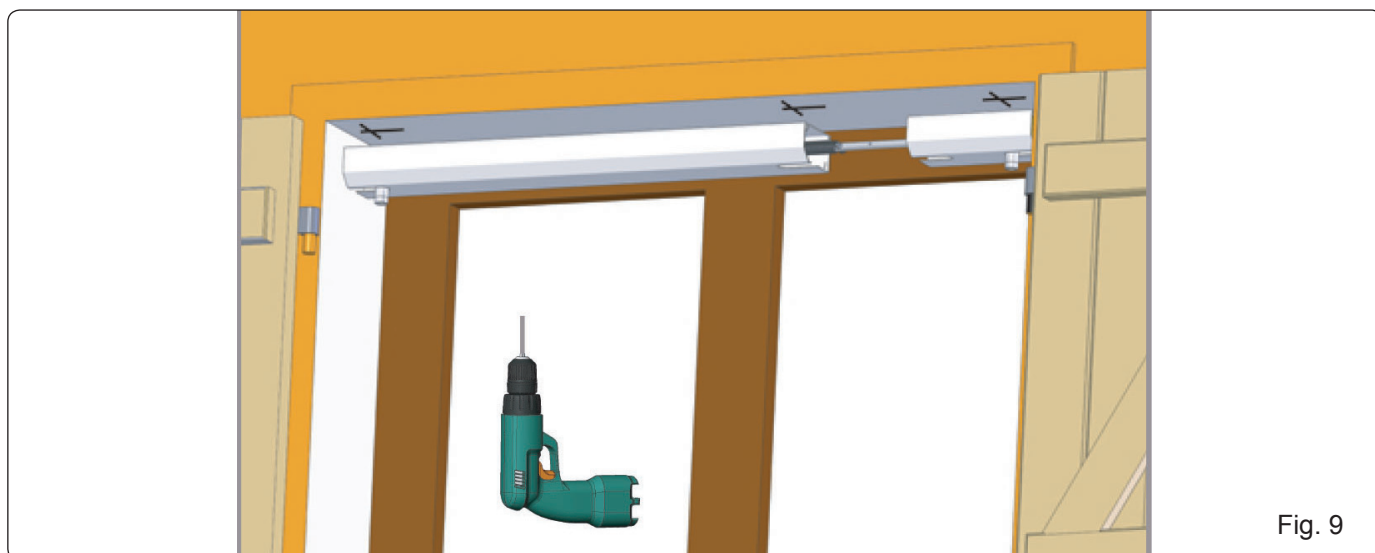

Fig. 9
- 1) Assembler les pièces et les positionner sous le linteau ou sur l'appui de fenêtre (figure 9, installation sur l'appui de fenêtre).